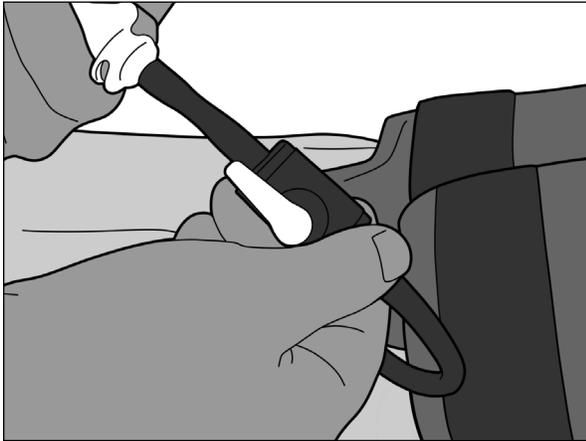

Figure 18
5. Au bout de 2 minutes, ouvrir la valve en la tournant dans le même axe que la tubulure (Figure 18).